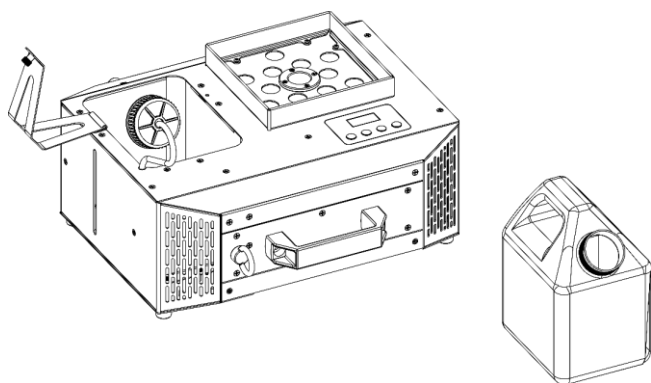

Fig. 32
- 06) Plaats de **vloeistoftank (02)** op een vlakke ondergrond in de buurt van het apparaat, zoals getoond in Fig. 32.